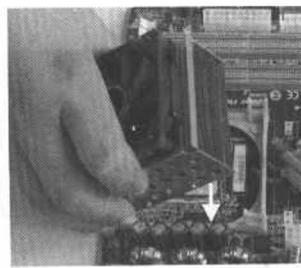

图 1-17 将 CPU 风扇放到主板上对应的位置
⑨ 将与 CPU 配套的风扇及散热器轻轻地安放在 CPU 上面，安装时要注意方向，如图 1-17 所示。